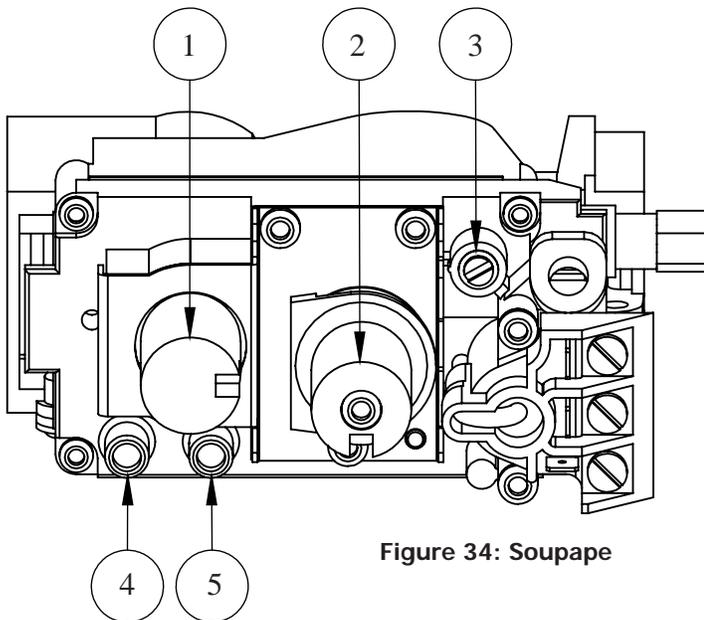

Figure 34: Soupape
Les prises de pression sont situés sur la face avant de la vanne (voyez Figure 34).
1. La vis de réglage peut être atteinte par l'avant de l'appareil à l'aide d'un tournevis à tête plate de 10 pouces de long (voir Figure 34 pour l'emplacement sur la vanne).